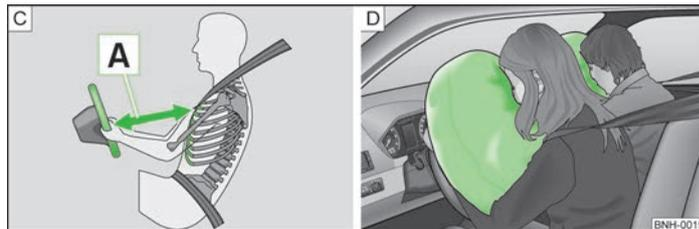

Abb. 100 Sicherer Abstand zum Lenkrad / Gasgefüllte Airbags
Werden die Airbags ausgelöst, füllen sich die Airbags mit Treibgas und entfalten sich vor dem Fahrer und Beifahrer » Abb. 100 - [D]. Beim Eintauchen in den voll aufgeblasenen Airbag wird die Vorwärtsbewegung des Fahrers und Beifahrers gedämpft und das Verletzungsrisiko für Kopf und Oberkörper reduziert. ▶
- Für den Fahrer und Beifahrer ist es wichtig, einen Abstand von mindestens 25 cm zum Lenkrad bzw. zur Schalttafel einzuhalten **[A]** » **Abb. 100**. Wenn Sie den Mindestabstand nicht einhalten, kann Sie das Airbag-System nicht schützen - Lebensgefahr! Außerdem müssen die Vordersitze und die Kopfstützen immer der Körpergröße entsprechend richtig eingestellt sein.